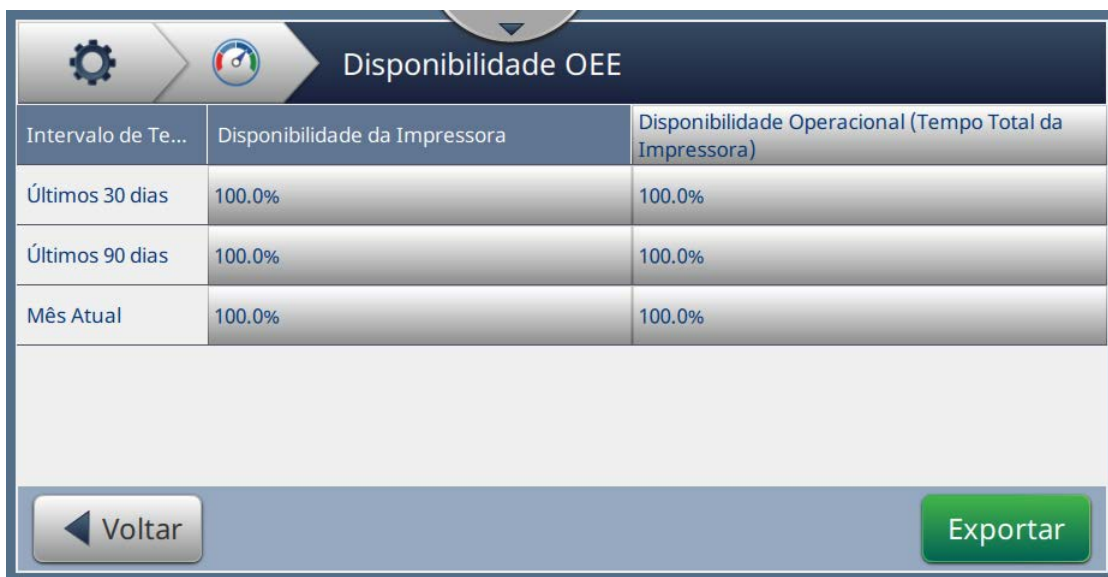

Figura 6-39: Desempenho – Disponibilidade de OEE
2. Dados de Disponibilidade da impressora e Disponibilidade operacional são exibidos juntamente com o cronograma do tempo total da impressora, como mostra a Figura 6-39.